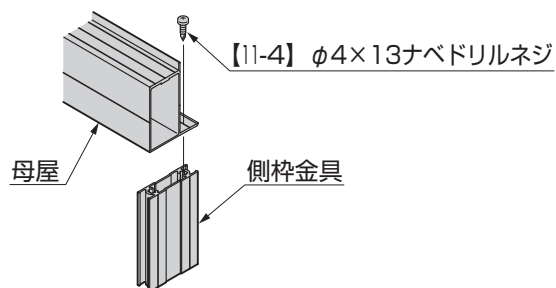

図6-2
②加工した母屋に側枠金具を【11-4】で取付けてください。(図6-2参照)